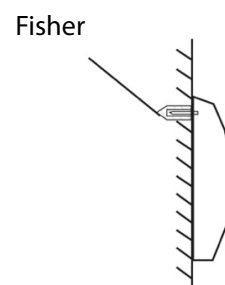

Fig.3
4. Montare l'apparecchio sul muro (Fig. 3).